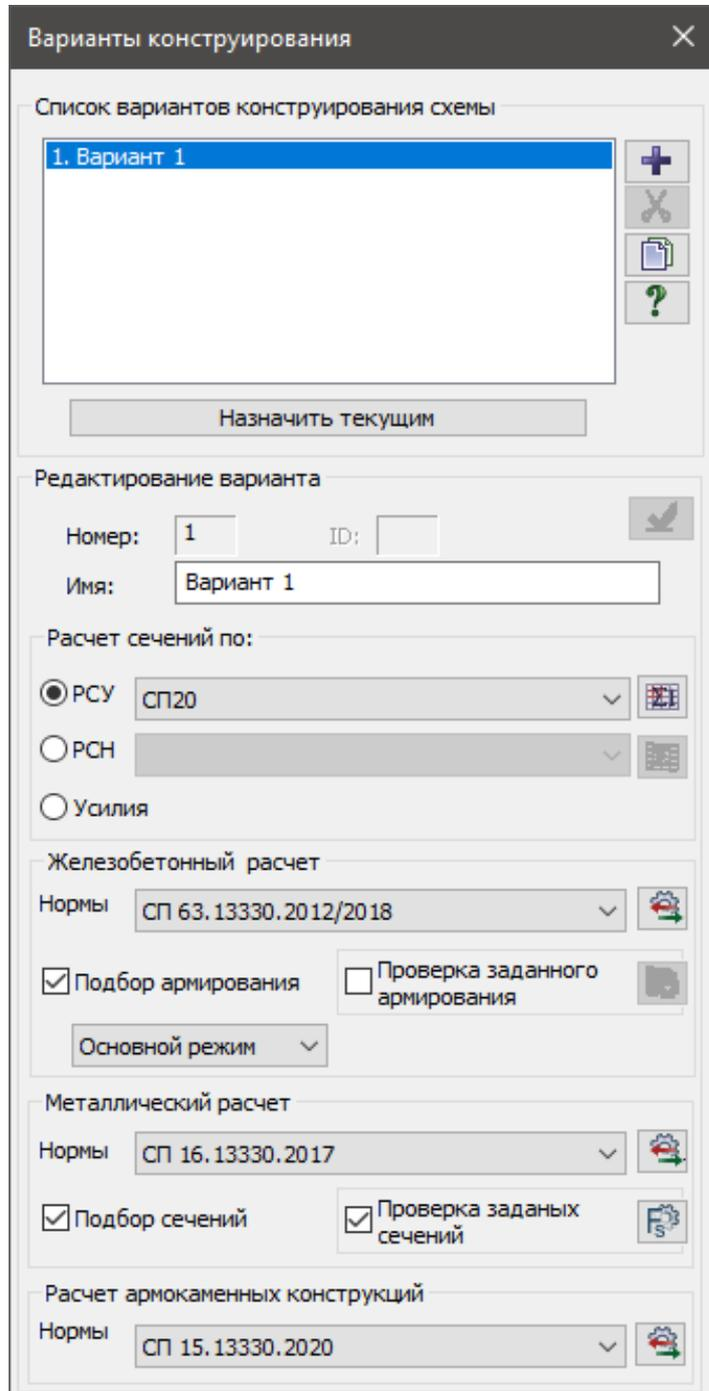

Рис.16.8. Диалоговое окно **Варианты конструирования**
- Вызовите диалоговое окно **Варианты конструирования** (рис.16.8) щелчком по